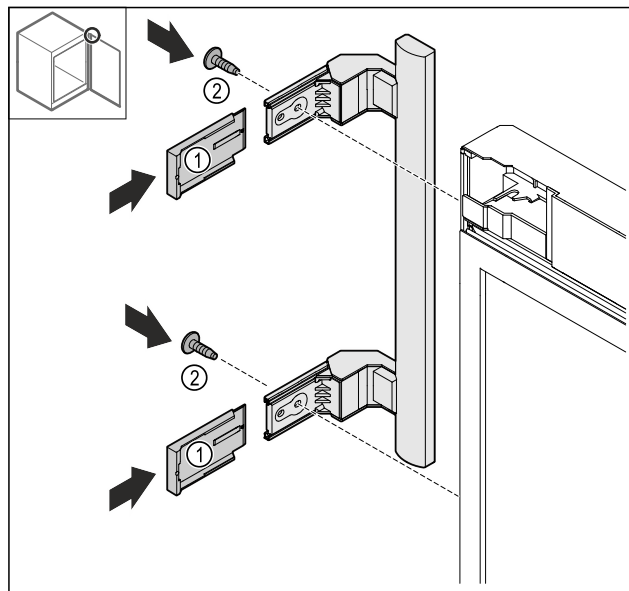

Fig. 19
- Afdekkingen Fig. 19 (1) terugplaatsen.